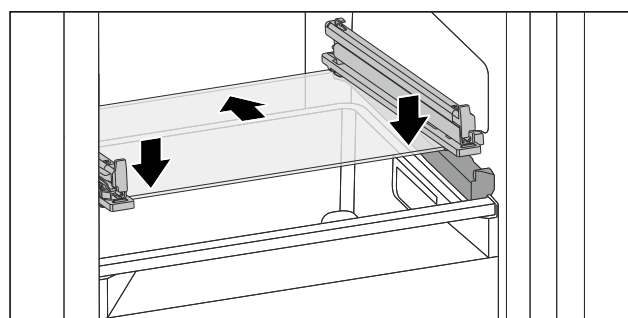

Fig. 203 Glasplatte des abklappbaren Schubfachs
- Glasplatte schräg hinter den Stopperrn aufsetzen. (siehe Fig. 203)